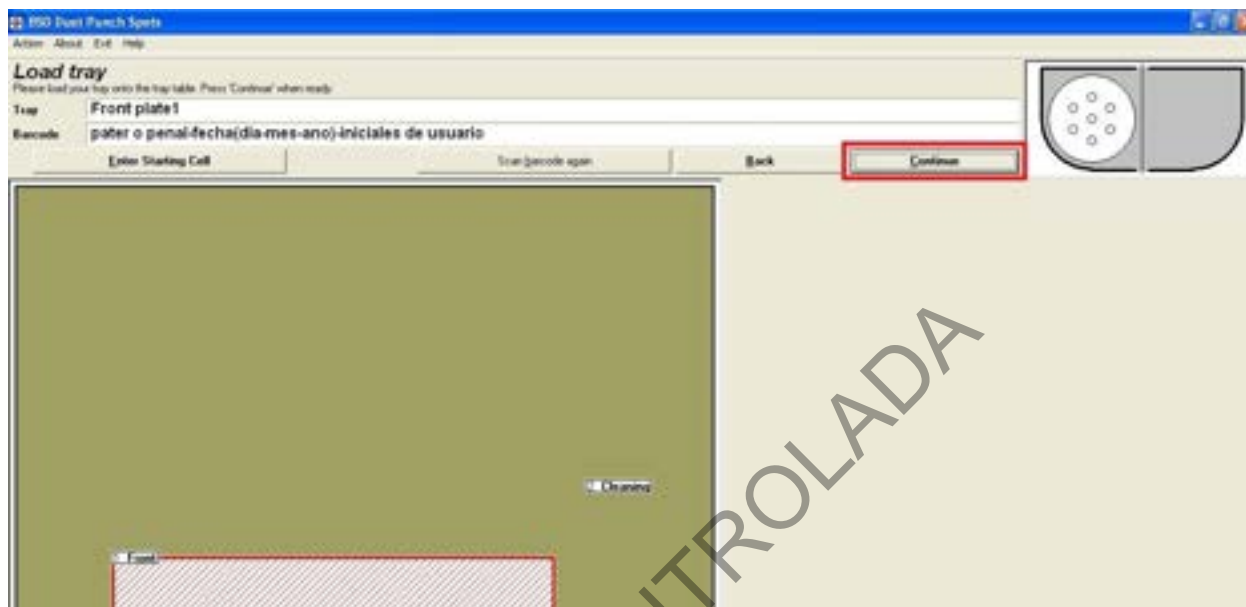

Figura 12. Carga de placa de 96 hoyos
- 7.2.8** Cuando se despliega la siguiente pantalla, carga de placa ("Load tray", ver figura 12), abra la tapa de plástico transparente del Perforador BSD600-DUET y coloque una placa nueva de 96 hoyos en la base FRONTAL de la plataforma del Perforador BSD600-DUET.
En la pantalla que se desplegó haga clic en continuar (opción "Continue") (ver figura 12 y 13).